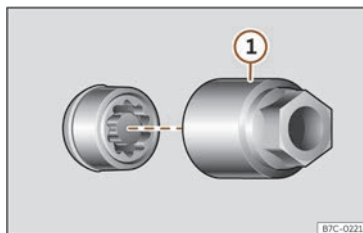

Fig. 235 Boulon antivol de roue avec capuchon et adaptateur.
- Encastrez l'adaptateur spécial >>> **fig. 235 ①** (outillage de bord >>> page 349) sur le boulon de roue antivol jusqu'à la butée.